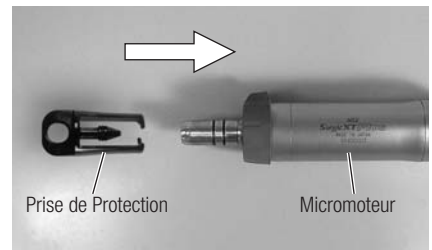

Fig. 23
- Attachez la prise de protection au micromoteur (Fig. 23)